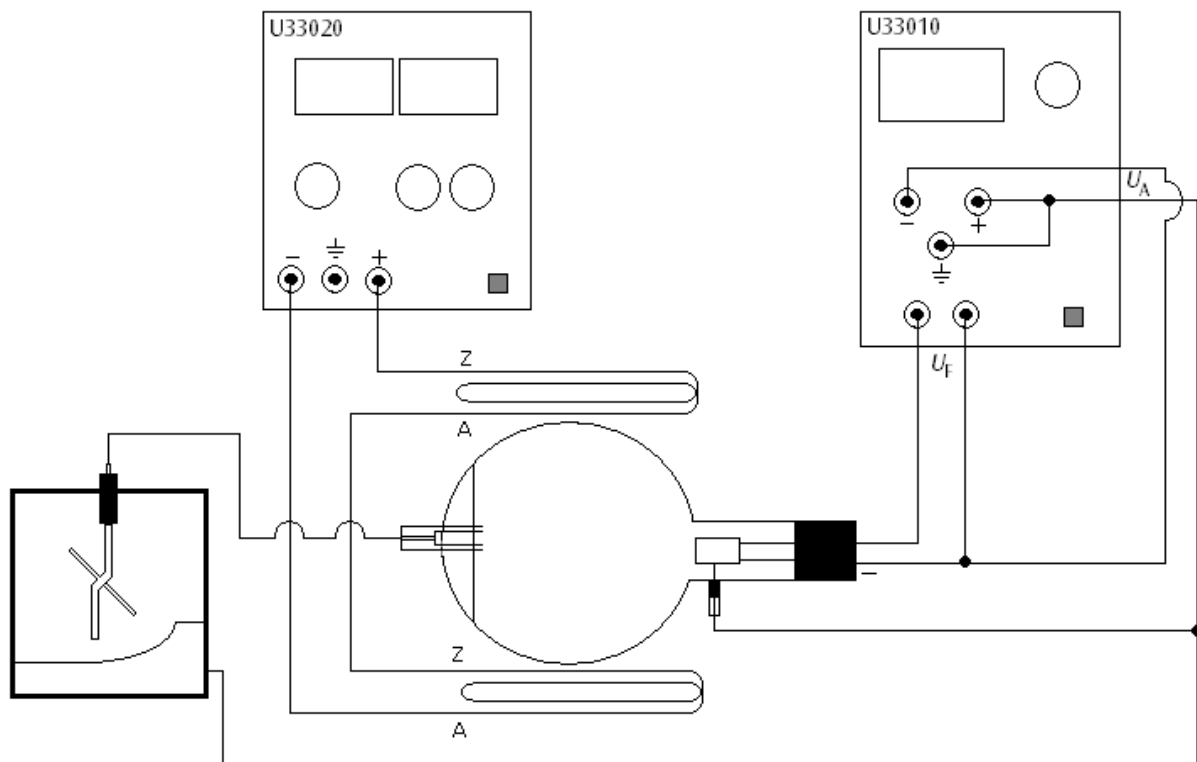

Fig. 1 Nachweis der Partikelnatur der Kathodenstrahlen und Bestimmung ihrer Polarität
- Beschaltung gemäß Fig. 1 vornehmen.